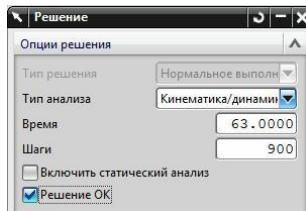
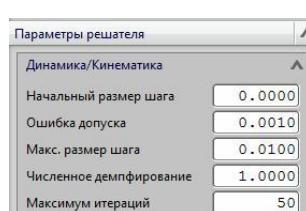

рис.50
рис.51
- Если не задавать трение в шарнире, то зеленый маховик под действием собственного веса должен **бесконечно** качаться относительно неподвижного основания. Вот и проверьте это обстоятельство, назначив достаточно большое время анализа (рис.50), и приняв все параметры численного интегрирования, предложенные системой “по умолчанию” (рис. 51). Особо обратите внимание на величину *Максимального размера шага численного интегрирования* (*Макс. размер шага*). Сейчас она задана как 0.01 сек.